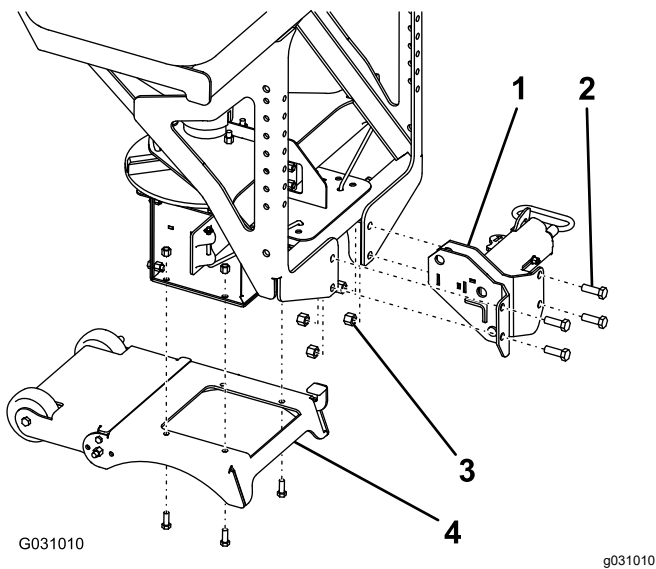

Bild 8
1. Befestigen Sie die RT3-Halterung mit 4 Schrauben (1/2") und Sicherungsmuttern (1/2") am Streuer und ziehen Sie die Schrauben auf ein Drehmoment von 76 N·m an, wie in Bild 8 dargestellt.
2. Befestigen Sie die Haltevorrichtung mit den vier vorhandenen Schrauben (3/8") und Sicherungsmuttern (3/8") am Streuer und ziehen Sie die Schrauben auf ein Drehmoment von 27 N·m an, wie in Bild 8 dargestellt.